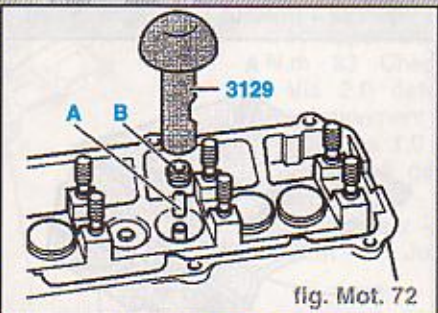

fig. Mot. 72
- Enfiler la douille plastique (A) sur la tige de soupape (fig. Mot. 72).
- Huiler le joint de tige de soupape (B) et le glisser délicatement sur le guide de soupape en utilisant l'emmanchoir **3129** (moteur 1,6 l) ou **3365** (moteurs 1,4 et 1,8 l).